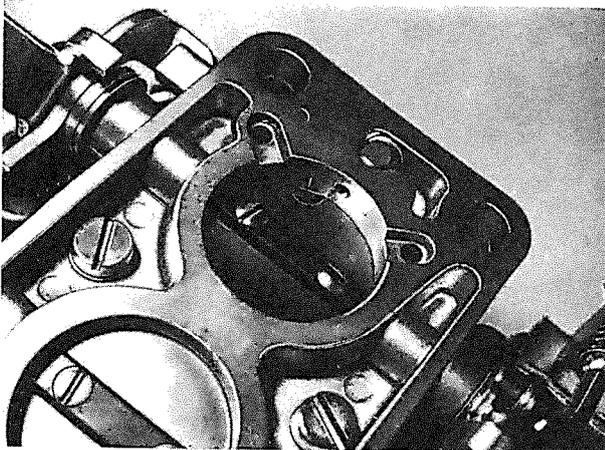

Bild 25
2. Das gleiche gilt auch für den Doppelvergaser, wobei beide Drosselklappen die gleiche Stellung haben müssen. **Bild 25**